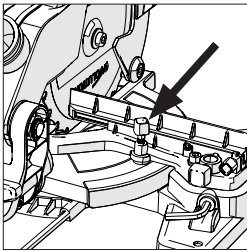

Fig. 18
- Afloje el tornillo de bloqueo de inglete (**Fig. 18**) girándolo en sentido antihorario.